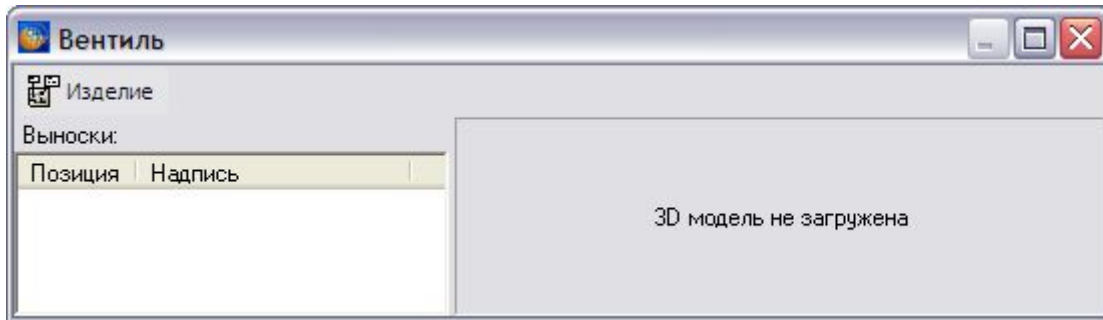

Рис. 4.66
4. Нажмите на кнопку **Применить**. При этом откроется окно для загрузки 3D модели с названием «Вентиль» (Рис. 4.66).